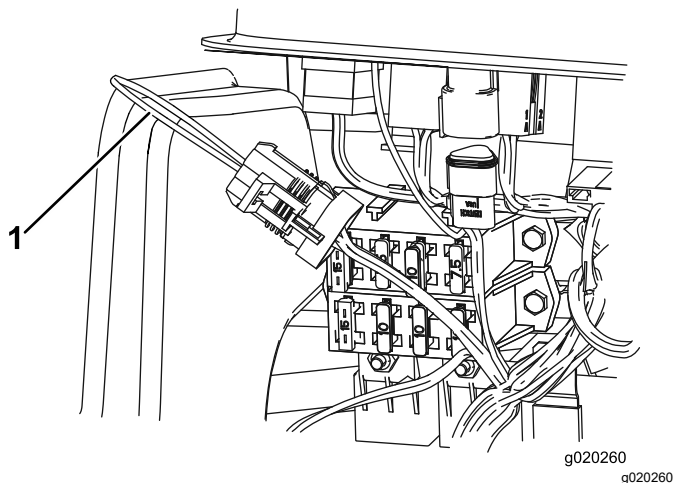

図 41
3. ワイヤハーネスと、ループバックコネクタを探し出す 図 41。